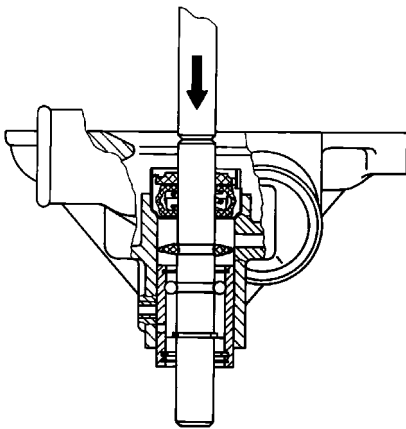

Рисунок 50 – Выпрессовка подшипника
- выпрессовать из корпуса подшипник (Рисунок 50). Выпрессовку подшипника производить на прессе или с помощью медной оправки;